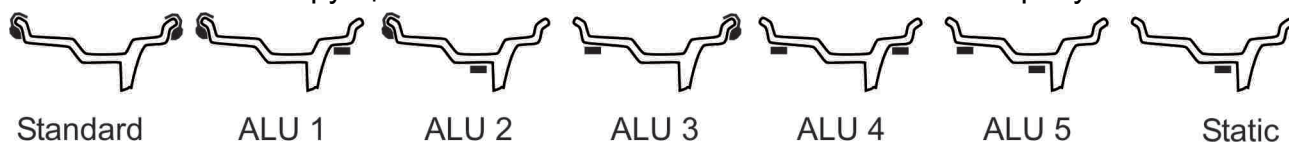

Рисунок 5.2 – Возможные схемы расположения грузов
- при включенном режиме прямого измерения – для схем с грузом в зоне, недоступной для первой линейки, например, на правой кромке диска, то есть для схем СТАНДАРТ, ALU1, ALU3 или ALU4 (рисунок 5.2).